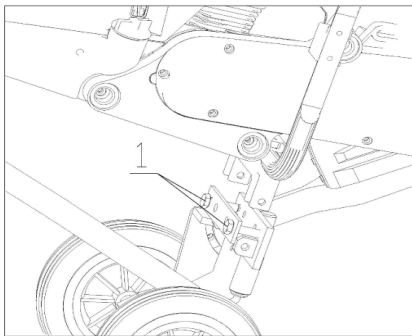
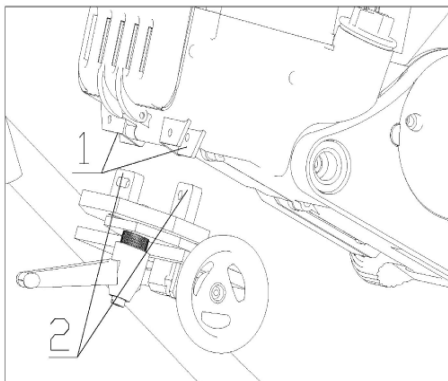

Abbildung 6
Abbildung 7
- 2) Setzen Sie den Trennschneider auf die vorgesehenen Halterungen (Abb. 6) und (Abb. 7) und fixieren Sie diese mit den Schrauben.